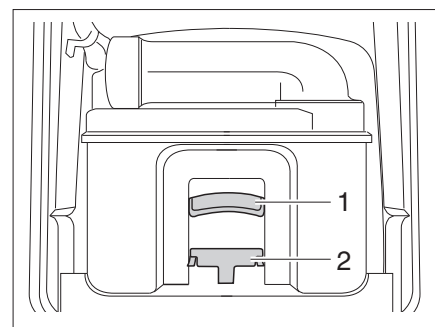

Fig. 146 Cassette Thetford
- Tirer l'étrier de fixation (Fig. 146,2) vers l'avant afin de déverrouiller la toilette à cassette et extraire la cassette par la poignée (Fig. 146,1).